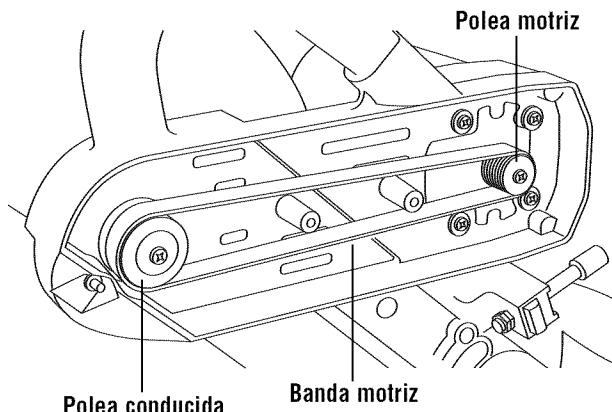

Figura 40. Cambios de banda
3. Corte y quite la banda gastada (Figura 40). Antes de instalar la nueva, límpie muy bien las dos poleas.